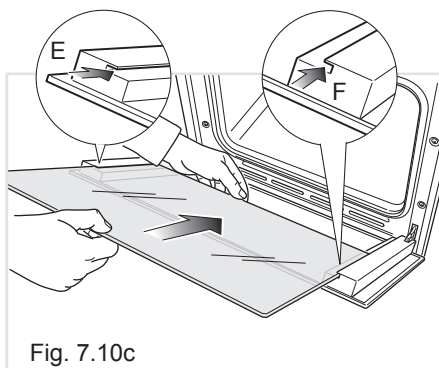

Fig. 7.10c
- Insérez la vitre dans les rails de guidage "E", et "F", (fig. 7.10c) et faites-la glisser en douceur jusqu'aux butées "H" (fig. 7.10d).